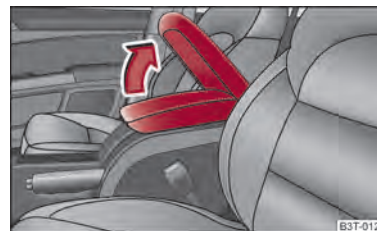

Abb. 100 Armlehne: Ablagefach ▶
- Öffnen Sie den Deckel der Armlehne in Pfeilrichtung ⇒ Abb. 100.